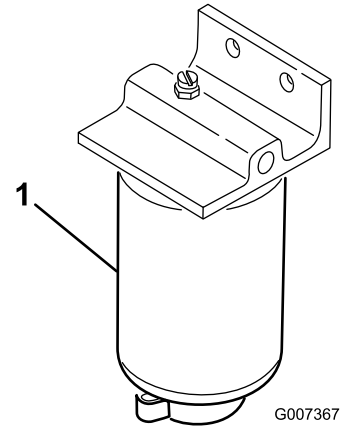

図 36
3. 燃料フィルタについているドレンプラグを1回転ほど開き、内部にたまっている異物を流し出す 図 36。